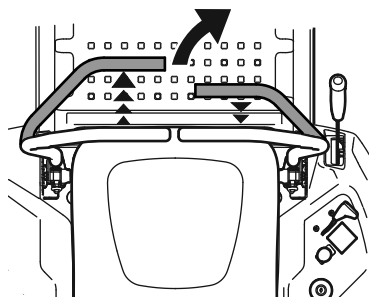

Figura 21
2. Para girar a la derecha, mueva la palanca de control de la transmisión derecha hacia atrás respecto de la palanca izquierda. Consulte la Figura 21.